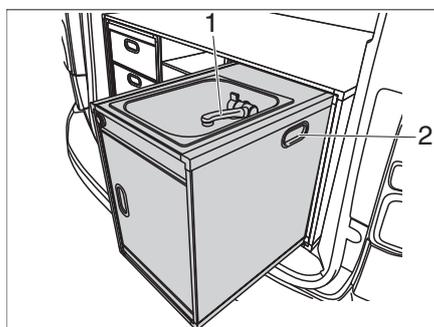

Fig. 19 Modulo di lavaggio
Se necessario, il modulo di lavaggio può essere smontato. Il rubinetto dell'acqua (Fig. 19,1) e la funzione di ricarica della presa USB possono continuare ad essere utilizzati anche quando sono smontati. Se la batteria al litio sul retro del modulo di lavaggio è carica, il modulo può essere utilizzato anche all'aperto.
- Afferrare gli incavi (Fig. 19,2) a sinistra e a destra, sollevare il modulo di lavaggio ed estrarlo dal veicolo.